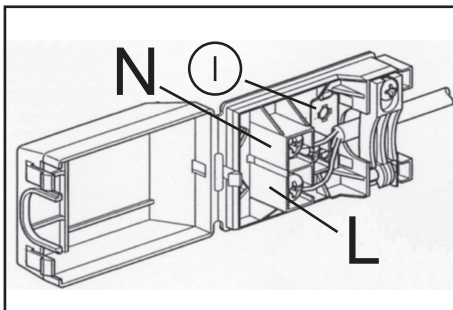

FIG 10
**ATTENTION : Le fil de protection (vert/jaune) relié à la borne de terre (⊕) de l'appareil doit être relié à la borne de terre (⊕) de l'installation (Fig. 10). Si le câble d'alimentation est endommagé, il doit être remplacé par un câble ou un ensemble spécial disponible auprès du fabricant ou de son Service technique agréé.**